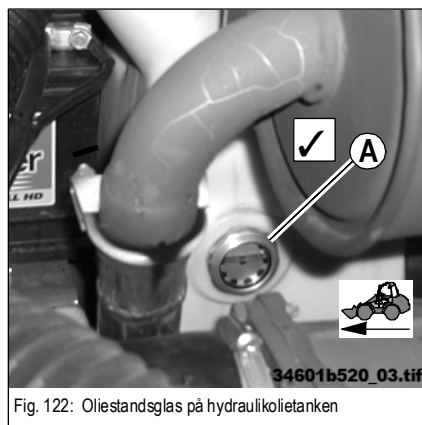

Fig. 122: Oliestandsglas på hydraulikolietanken
- Kontroller hydraulikoliestanden i oliestandsglasset (fig. 122/A)